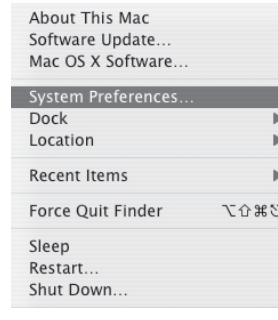

Abb. 1
2. Um das C03U als Audio-Eingang des Computers zu wählen, öffnen Sie die Systemsteuerung (System Preferences) aus dem Dock oder dem Apple-Hauptmenü (Abb. 1).